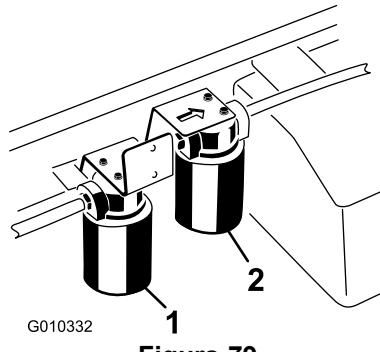

Figura 79
2. Limpie la zona de montaje del filtro. Coloque un recipiente debajo del filtro y retire el filtro (Figura 79).
1. Limpie alrededor de la zona de montaje del filtro de alto caudal (Figura 79). Coloque un recipiente debajo del filtro y retire el filtro.